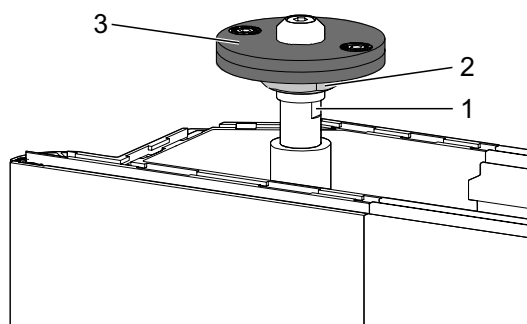

Abb. 25: Druckplatte einstellen
3. Bolzen mit Maulschlüssel SW9 (Abb. 25/1) festhalten.
4. Mutter (Abb. 25/2) mit Maulschlüssel SW18 lösen.
5. Druckplatte (Abb. 25/3) händisch nach oben oder unten drehen.
6. Mutter (Abb. 25/2) mit Maulschlüssel SW18 wieder anziehen.